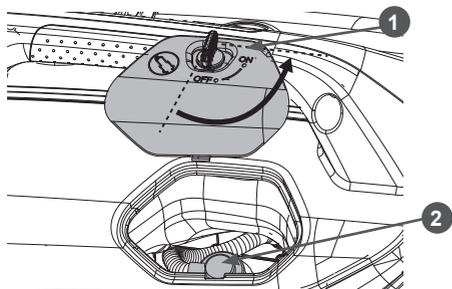

Рис. 18. Снятие лючка доступа к свече зажигания
1. Поверните ручку замка лючка доступа к свече зажигания в положение «ON» и снимите лючок (Рис. 18).